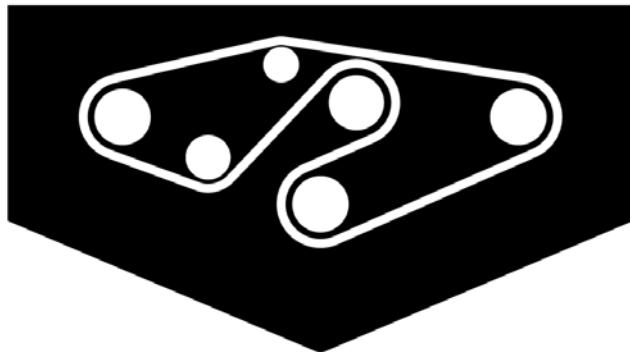

Bild 38
4. Verlegen Sie den neuen Riemen um die Spindelscheiben und um die Spannscheibengruppe, siehe Bild 38.